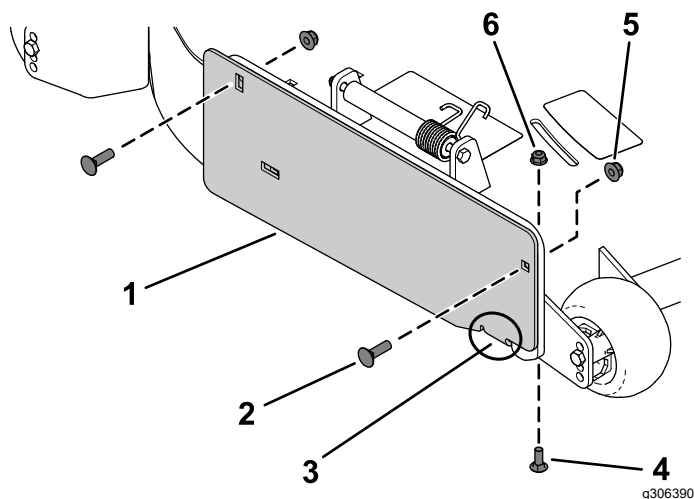

Figure 3
1. Montez la plaque d'éjection à l'extérieur du support de montage à l'aide de 2 boulons de carrosserie (3/8" x 1 1/4") et de 2 contre-écrous (3/8"), comme montré à la Figure 3.
2. Fixez la patte à l'intérieur du plateau de coupe à l'aide de 1 boulon de carrosserie (5/16" x 7/8") et de 1 écrou à embase (5/16"), comme montré à la Figure 3.